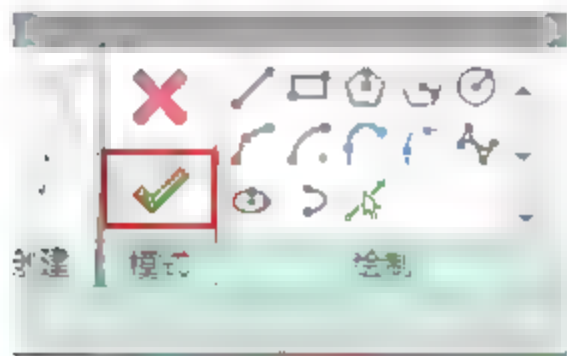

图 12.3.59 完成限制条件的修改
(20) 完成限制条件的修改。进入前立面视图，在上下文关联选项板中单击√按钮，如图 12.3.59 所示。